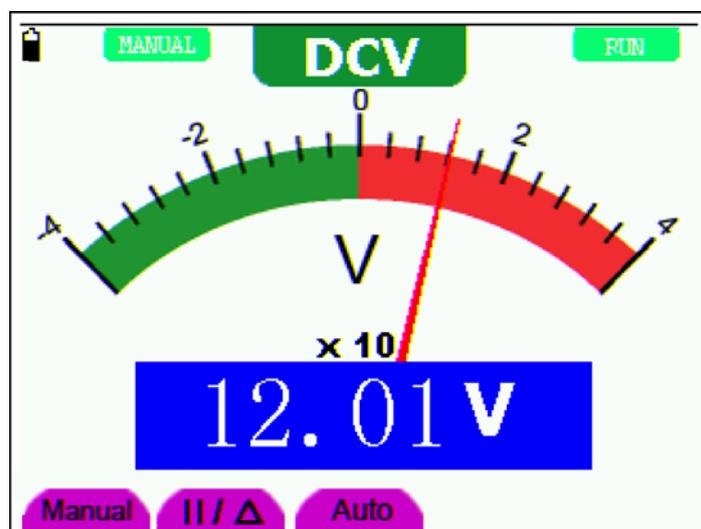

图 33：手动/自动切换
2. 在手动量程模式下，每按一次 **F1** 键，往上跳一档，到最高档后再按 **F1** 键则跳至最低档，依次循环。当前的量程指示可通过表针乘以倍率再乘以主读数窗口的单位获得。如图33所处的量程是 **40V**。
见图 33：